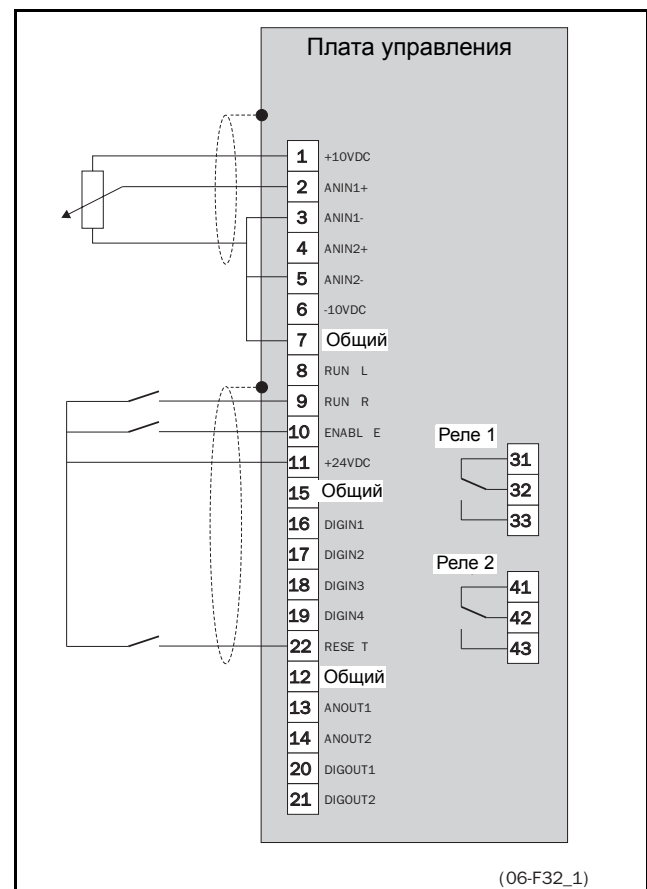

Рис. 2 Минимальное подключение
- Для пуска двигателя необходимо задание и наличие команды пуска. См. также рис. 2.
Рис. 2 показывает минимальное подключение управляющих сигналов для начала работы. Вход AnIn1 используется с потенциометром 2 кОм. Необходимо подать сигнал пуска на вход (DigIn1). Потенциометр по умолчанию используется для задания скорости.